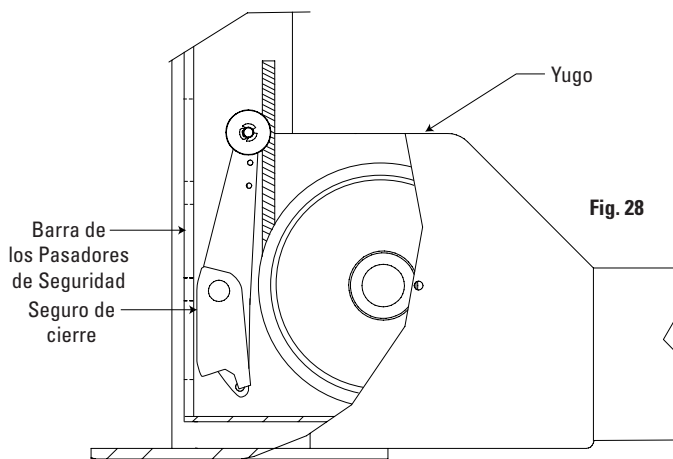

Fig. 28
- K. Opere la válvula de aire y verifique la operación de los cierres en las cuatro esquinas. Los cierres de seguridad deben tirar más allá de los extremos del yugo para liberar las barras de fijación ubicadas en todas las cuatro columnas, Fig. 28.